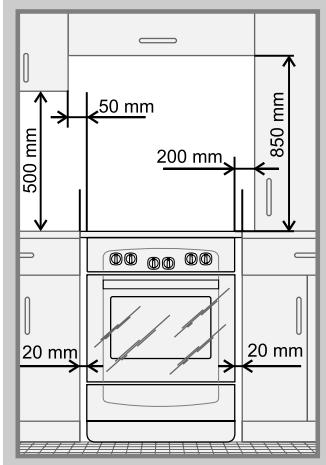

Рис. 7
- Минимальные расстояния, которые необходимо выдержать при установке плиты, показаны на рис. 7. Задняя стенка варочной панели плиты должна отстоять от поверхности стены не менее чем на 50 мм.